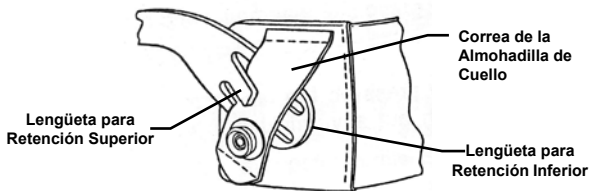

Figura 7-1. Reinstalación de la Almohadilla de Cuello
1. Levante la lengüeta para retención superior de la correa de cabeza (véase Figura 7-1) así dejando que la correa de la almohadilla de cuello se inserte debajo.